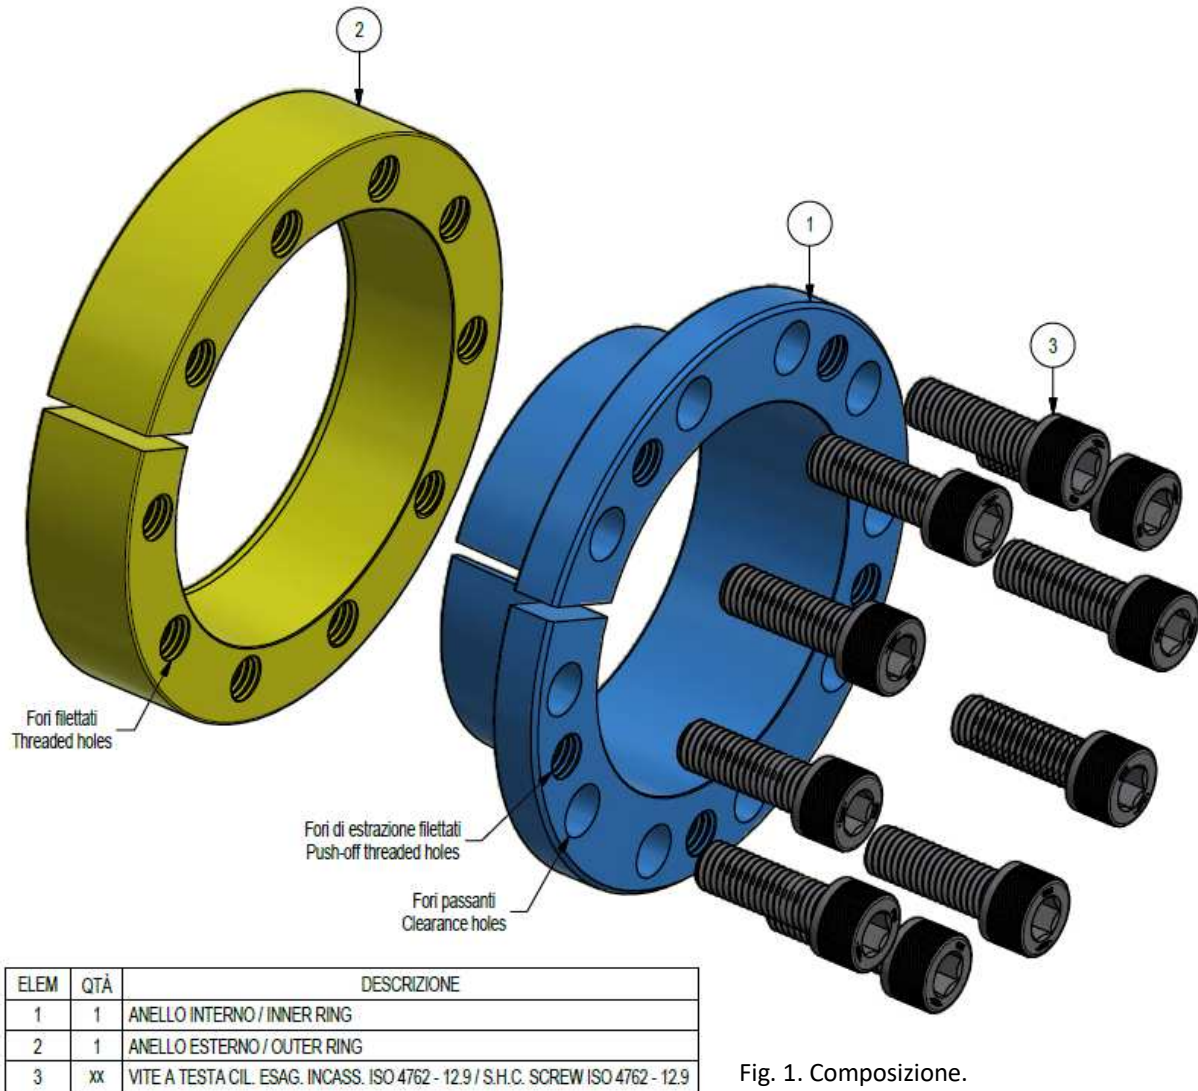

Fig. 1. Composizione.
- I calettatori sono forniti pronti per l'installazione e sono così composti (fig. 1):